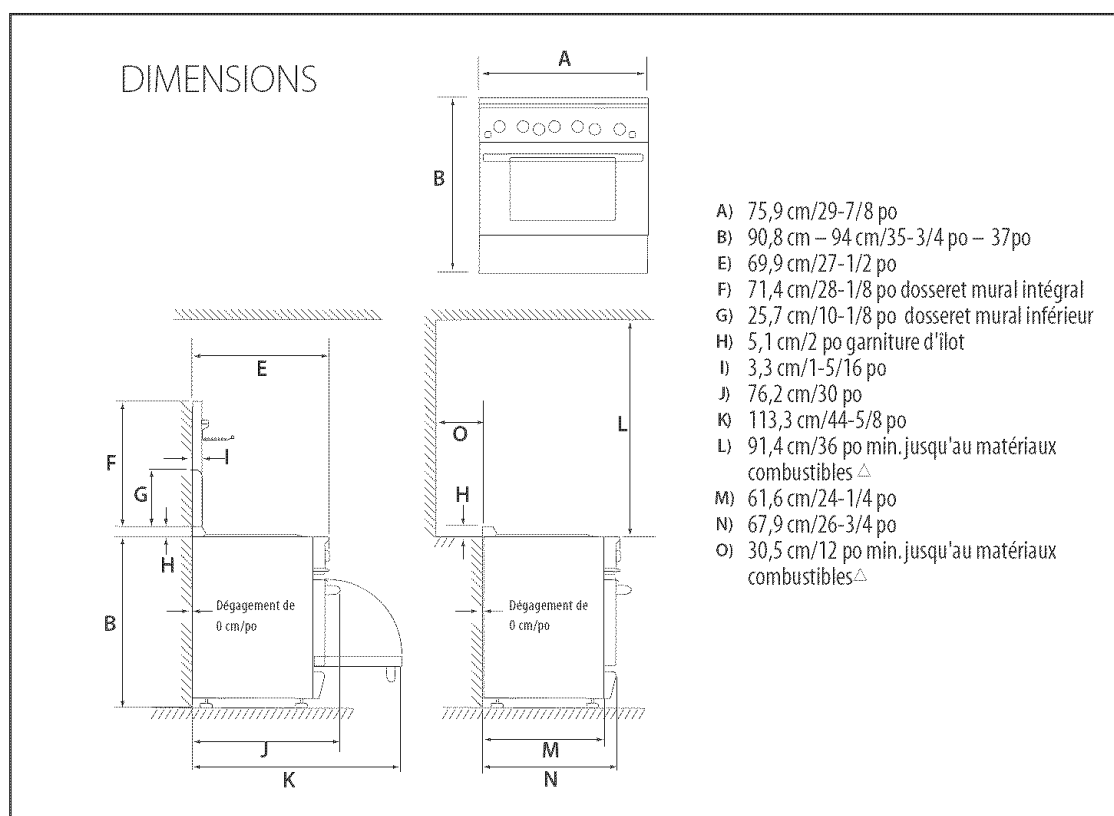

FIG. 5
2. La cuisinière peut être placée de diverses façons par rapport au devant d'une armoire : celle-ci peut affleurer ou dépasser l'appareil, selon la profondeur du comptoir (voir Fig. 5, page 6).
6. Vous devez installer un dossier DCS (voir Fig. 5) si le dégagement entre les matériaux combustibles et le bord arrière de la cuisinière (au-dessus de la surface de cuisson) est inférieur à 30,5 cm/12 po. La cuisinière comporte une garniture d'îlot comme équipement standard. Les figures 5 indiquent les espaces requis pour chaque type de dossier.